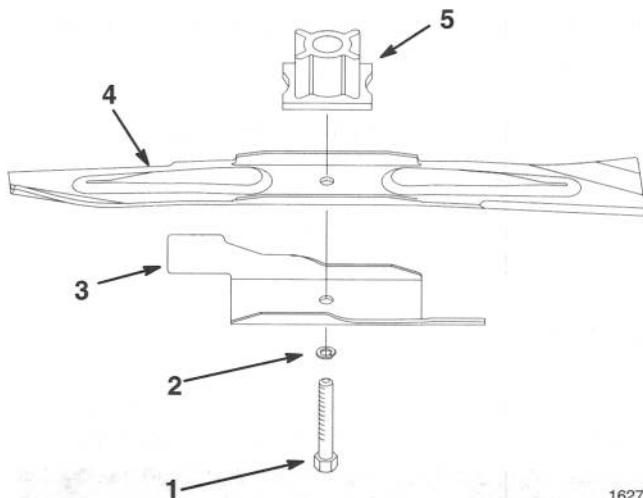

Figure 26
5. DÉPOSE DE LA LAME—saisir l'extrémité de la lame avec un chiffon ou un gant épais. Retirer le boulon de lame, la rondelle frein, l'accélérateur de lame, la lame et le support de lame (Fig. 26).